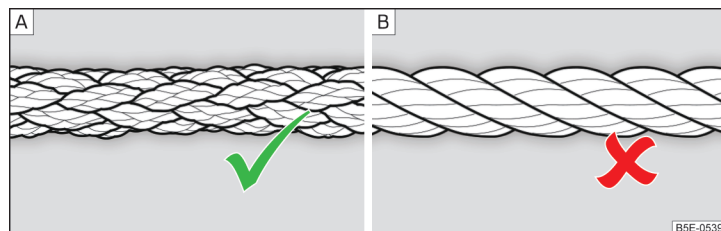

Fig. 245 Cable para remolcar trenzado / Cable para remolcar en espiral
Para el remolque por medio de un cable de remolque, usar solamente un cable de fibra plástica tejida » fig. 245 - **A** » **!**
- » fig. 245 - [B], la argolla de remolque puede desenroscarse en el vehículo - ¡Existe peligro de accidente!